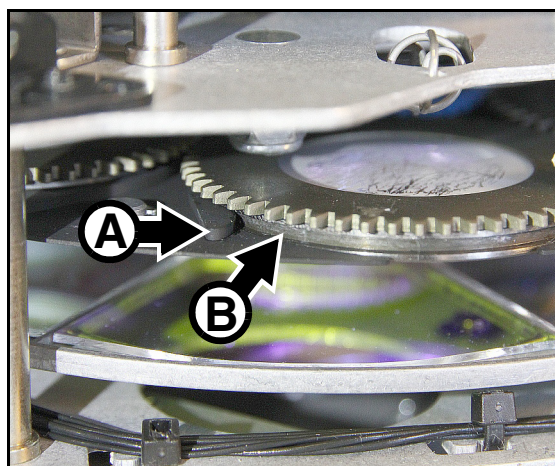

Figure 19: Remontage d'un gobo
13. Voir Figure 19. Poussez le porte gobo en place dans son clip de façon à ce que les languettes **A** du clip s'engagent dans la gorge **B** du porte gobo, en gardant l'aimant aligné avec le repère que vous aurez choisi sur le châssis. Tournez le porte gobo avec un doigt pour vérifier qu'il est correctement maintenu et que les dentelures s'emboîtent correctement dans la roue d'entraînement centrale.